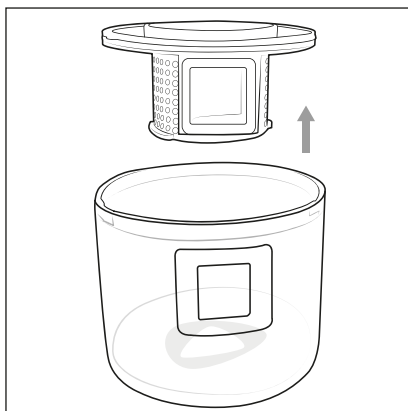

Fig. 6
- 3) Hold fingrene ind i støvfilterets **6** åbning, og tag det ud af støvbeholderen **4** (fig. 6).